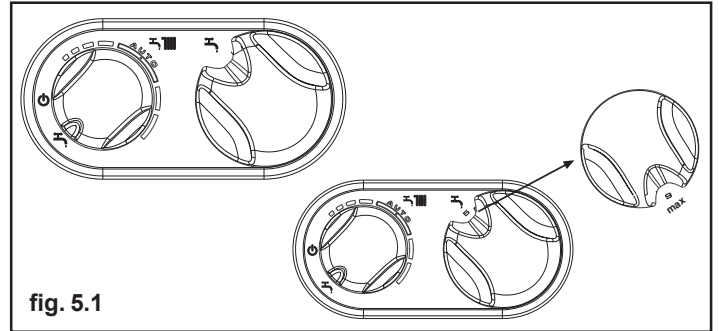

fig. 5.1
- portare il selettore di funzione su estate "☀️" (fig. 5.1) e il selettore temperatura acqua sanitario al valore massimo (fig. 5.1).